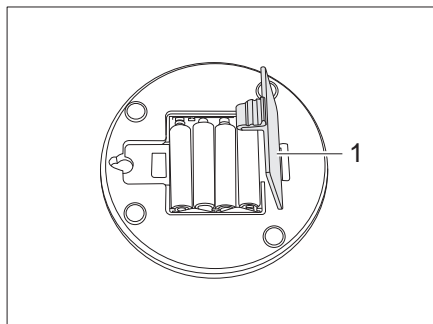

Fig. 283 Lámpara en el techo elevable
- Abrir el compartimiento de la batería (Fig. 283,1) y sacar las baterías.
- Insertar nuevas baterías y cerrar el compartimiento de la batería (Fig. 283,1).